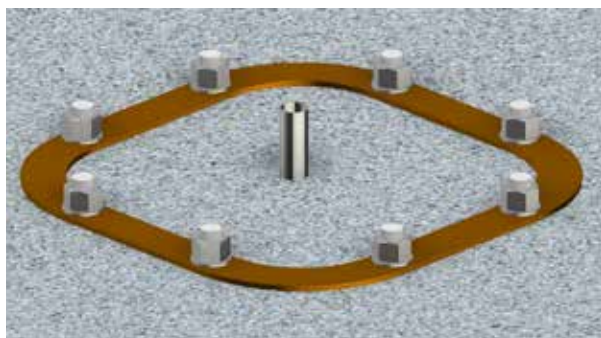

fig.22
4. Cuando está previsto, inserte en el plinto un tubo adecuado para el paso del cable eléctrico que deberá alimentar la grúa de bandera (fig. 22).